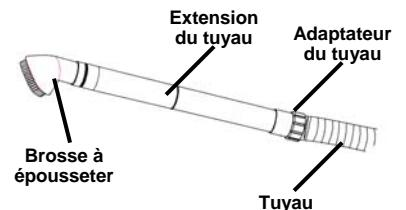

Fig. 10
- Attachez le suceur plat ou la brosse à épousseter à l'extrémité de l'extension du tuyau. (Figures 10 et 11)